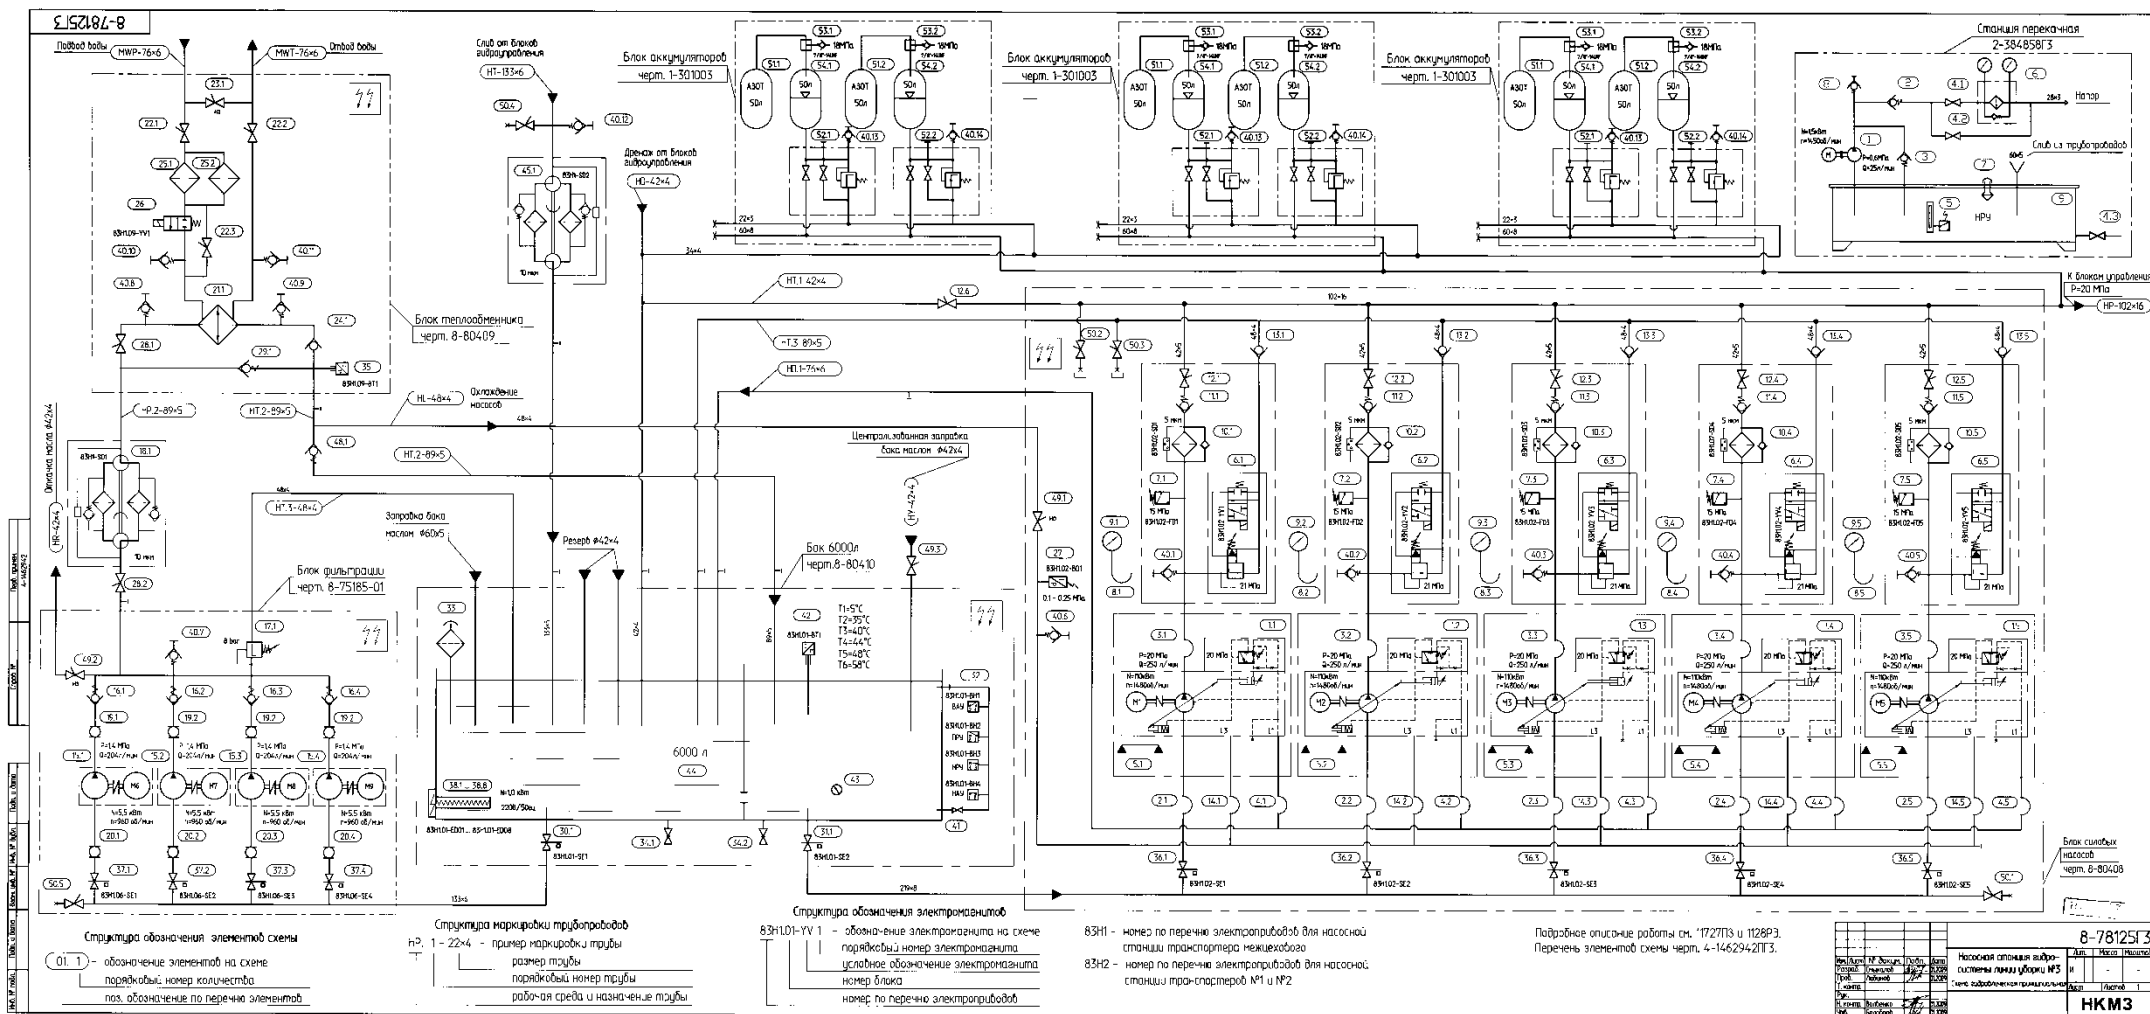

Рисунок 5.2 – Гидросхема насосно-аккумуляторной станции
1. Выполнить сокращенный чертеж насосно-аккумуляторной станции рисунок 5.2 и проставить буквенно-цифровые обозначения.